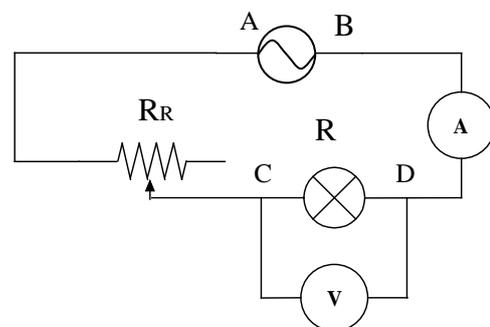

Figura 1
2. Realice el montaje eléctrico de la Figura 1 para medir la diferencia de potencial y la intensidad de corriente que circula por una de las lámparas (*).